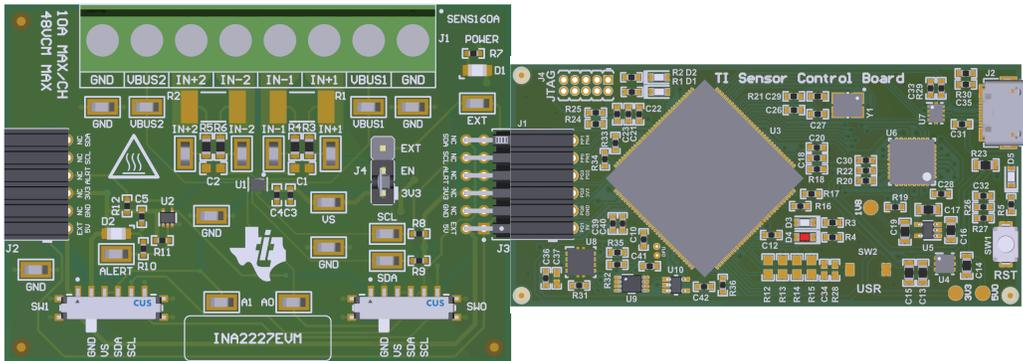

图 2-1. EVM (左) 连接到 SCB 控制器 (右)
- 如图 2-1 所示，将 EVM 连接到 SCB 控制器。
若要将 EVM 和 SCB 控制器 (单独销售) 搭配使用，如图 2-1 所示连接 EVM。